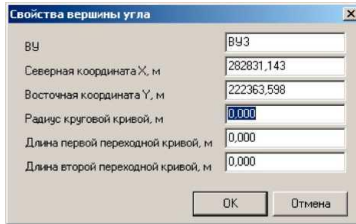

Рис.4. Свойства вершины угла
- появится диалоговое окно с информацией о вершине (рис.4);